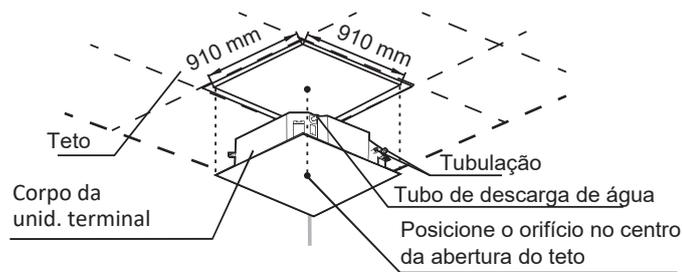

Figura 3.5
1. Faça furos quadrados de 910x910 mm no teto com base no layout do gabarito de instalação (acessório) - Figura 3.5.